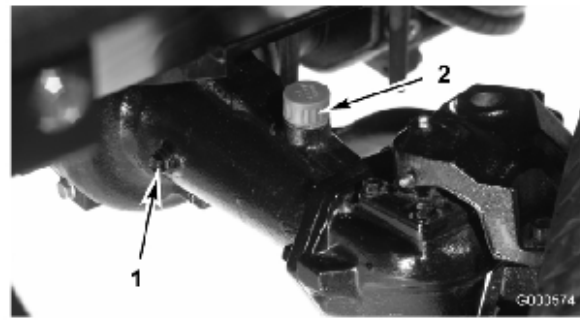

図 44
2. アクスルの一方の端部から点検用プラグ（図 44）を抜き、穴の高さまで潤滑油があることを確認する。量が不足の場合は、給油プラグ（図 44）をはずして補給する。